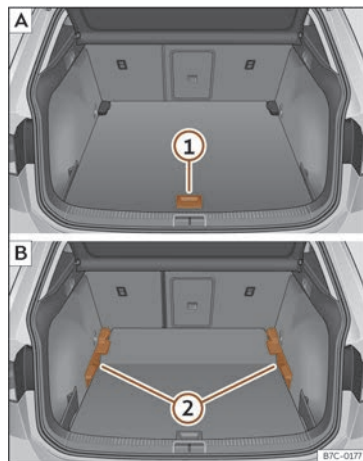

Fig. 109 Terra variable del maleter: **A** posició alta; **B** posició baixa.
- Per passar de la posició baixa a l'alta, aixequu el terra per l'agafador»» **fig. 109 ①** i estireu-lo cap enrere fins que la part davantera del terra sobrepassi totalment els suports»» **fig. 109 ②**.
- Feu desplaçar el terra cap endavant sobre els suports fins que topi amb el respall dels seients posteriors i, a continuació, abaixeu la base amb l'agafador **①**.
- Per passar de la posició alta a la baixa, aixequu el terra per l'agafador»» **fig. 109 ①**, estireu-lo cap enrere fins que la part davantera del terra sobrepassi totalment els suports»» **fig. 109 ②**.
- Amb el terra variable en posició alta, aixequu-lo per l'agafador»» fig. 109 ①, estireu-lo i empenyeu-lo cap al respall dels seients posteriors fins que es plegui per la línia de frontissa i la part mòbil del terra hi descansi a sobre.
- Per passar de la posició alta a la baixa, aixequu el terra variable per l'agafador »» fig. 109 ① i estireu-lo cap enrere una mica.
- Empenyeu el terra variable cap als seients posteriors abatuts amb l'agafador ① fent una mica de pressió cap avall perquè la part mòbil de la base s'anivelli amb els respalls dels seients posteriors.